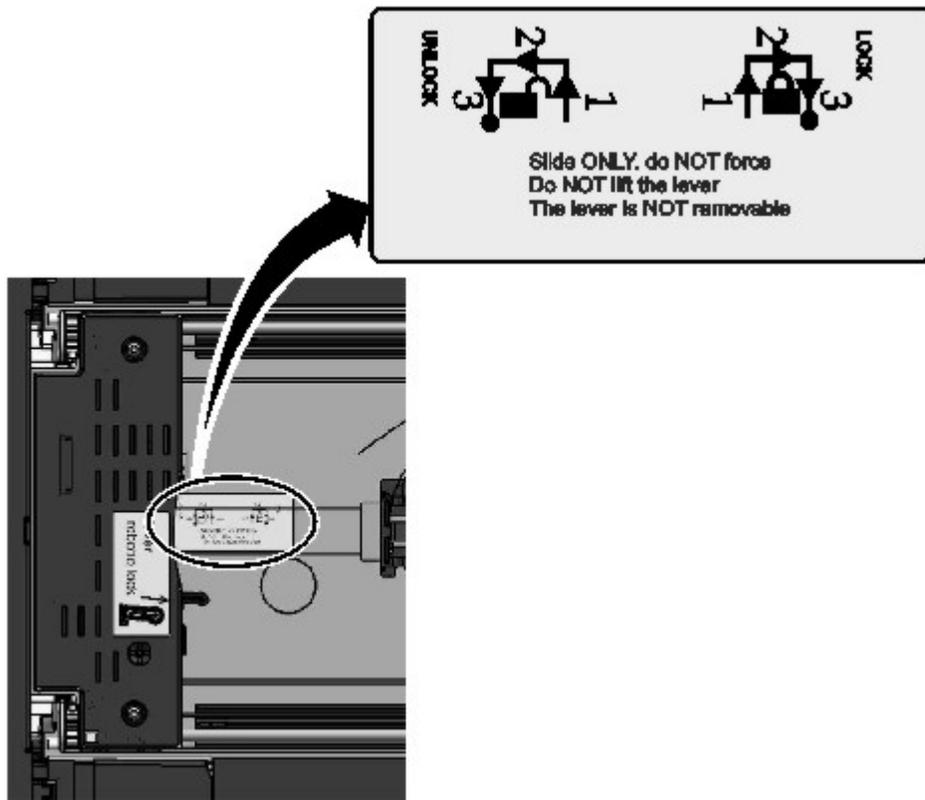

Abbildung 71. Roboter entriegeln
10. Entriegeln Sie den Hebel und legen Sie den Zugriffsmechanismus zur Seite. Siehe Abb. 71 auf Seite 146.